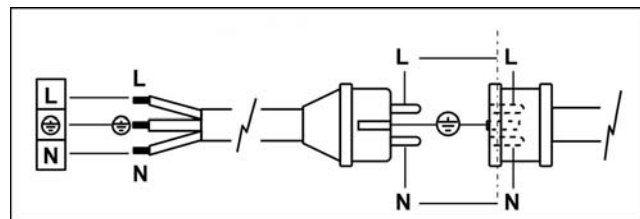

Fig. 2
La conexión a la tubería de alimentación del gas debe ser de dimensiones adecuadas y correspondientes al tipo de instalación que se ha de realizar y debe efectuarse disponiendo la "rampa de gas" de la manera indicada en Fig. 2: el tubo de gas (1), la llave de interceptación (2) y la junta anti-vibraciones (3) no se suministran junto con el generador y deberán ser predispuestos por el instalador, que los conectará al grupo válvulas de gas (4) suministrado con el generador de aire caliente.